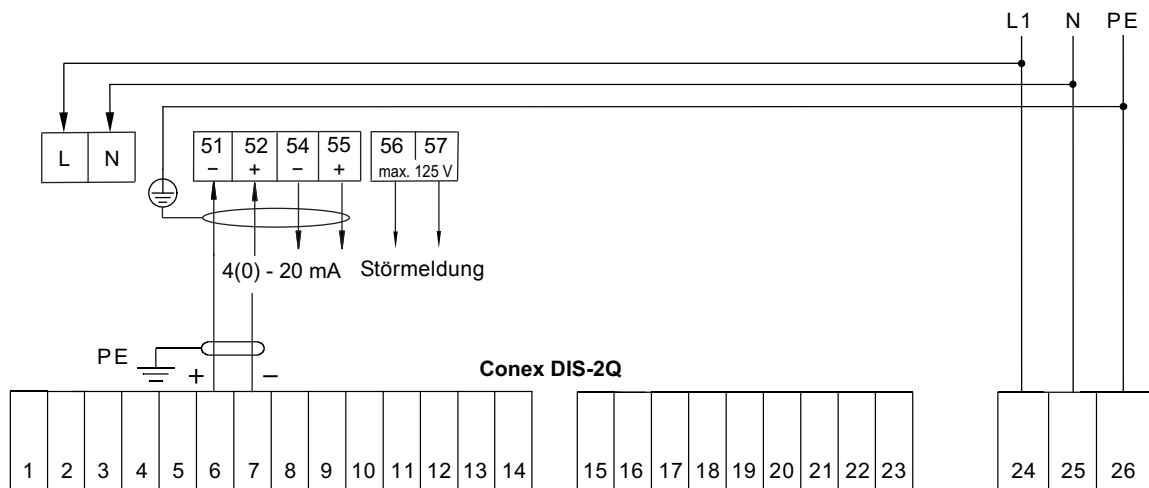

Abb. 16 Anschlussplan für Conex® DIS-2Q
2. Elektrische Anschlüsse nach dem Schaltplan Abb. 16 vornehmen.